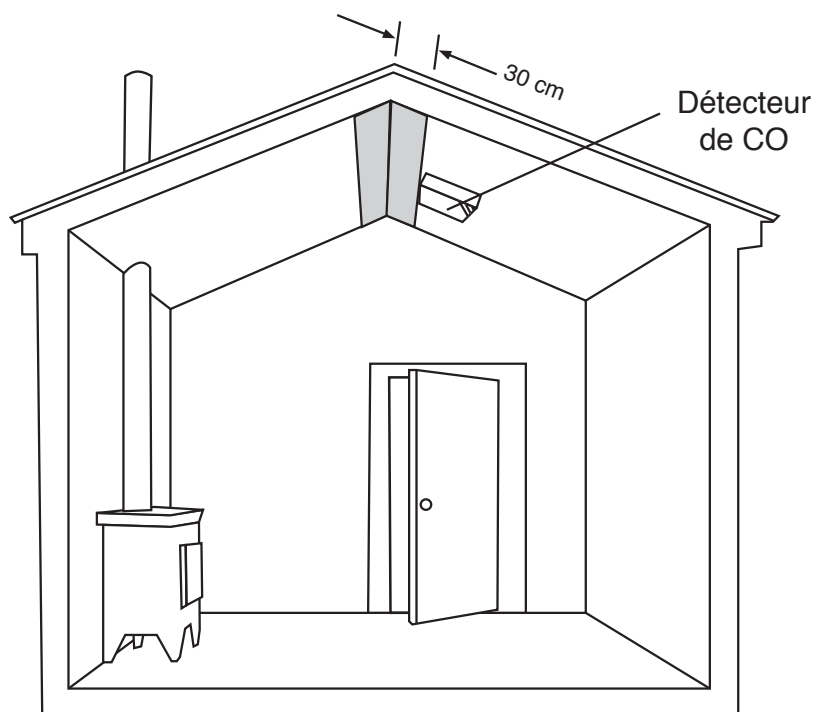

Figure 3. Emplacement dans des pièces avec plafond incliné, le détecteur de CO doit être placé du côté élevé de la pièce
- Dans des pièces au plafond incliné, le détecteur de monoxyde de carbone doit être placé du côté élevé de la pièce (voir figure 3).